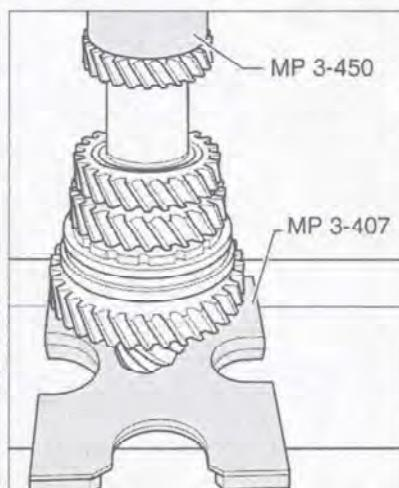

Рис. 7.114. Установка шестерни 4-й передачи.
30. Напрессуйте шестернию 4-й передачи на вал с помощью специального инструмента (рис. 7.114). Более высокий буртик должен быть направлен в сторону шестерни 3-й передачи.